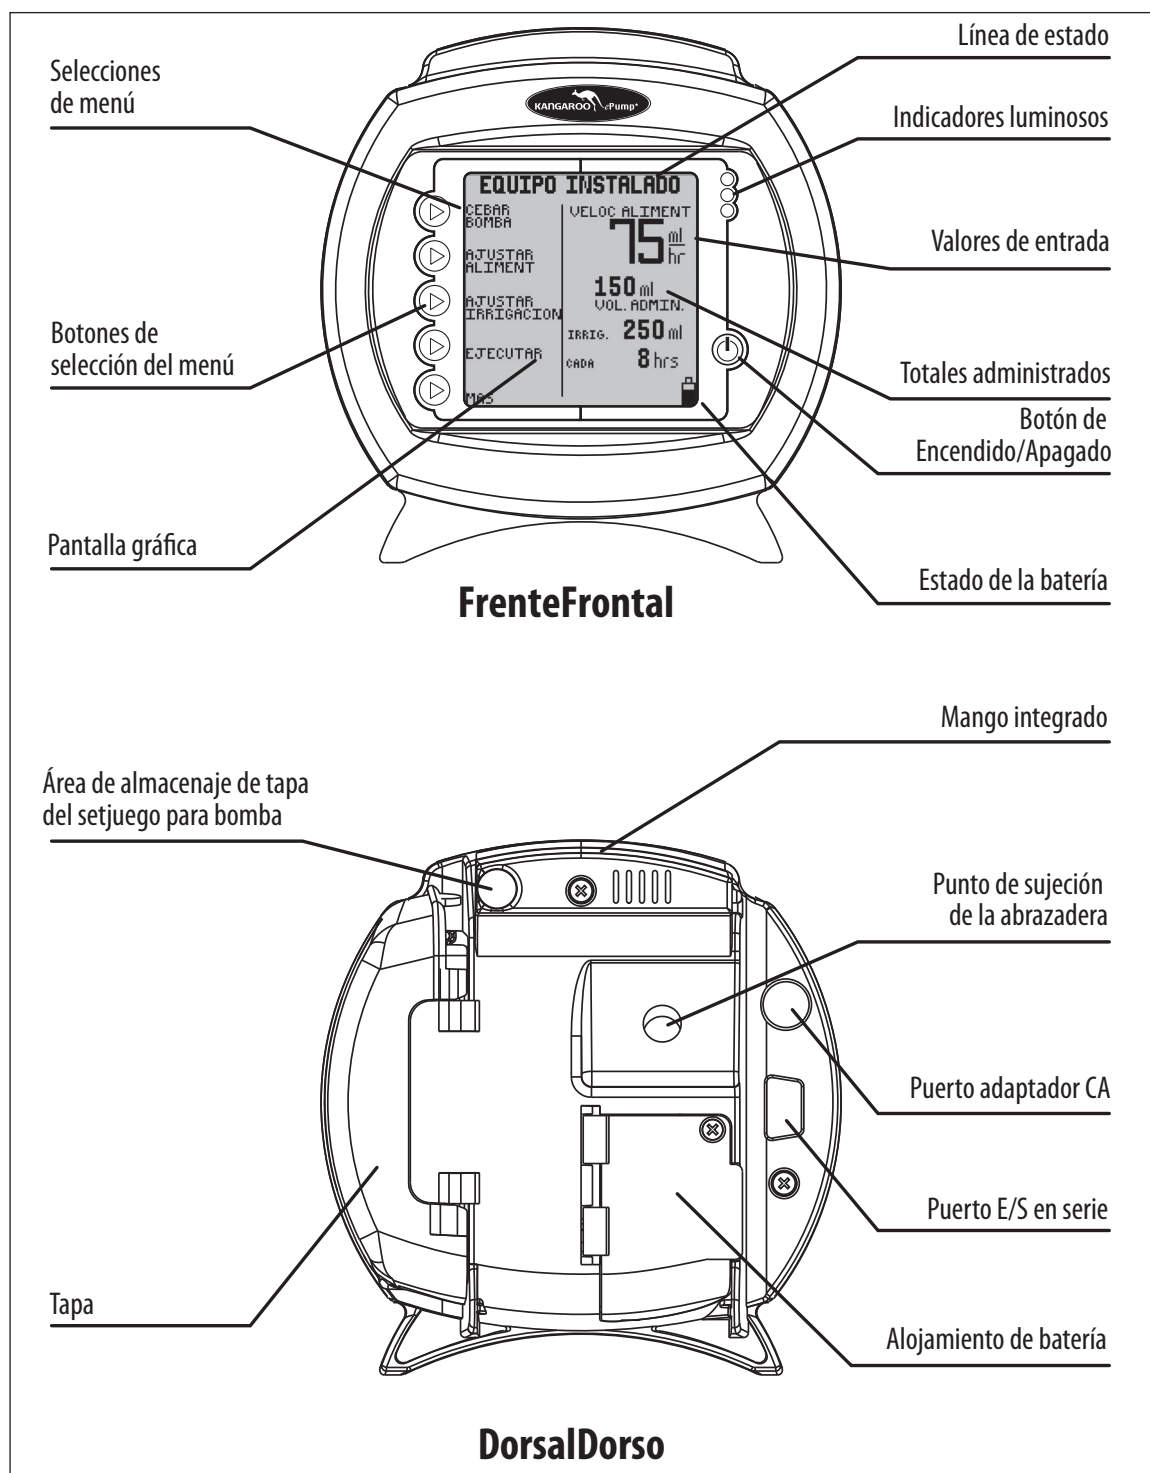

Figura 1A. Características de la KANGAROO ePump, vistas delantera y trasera.
13. **ADVERTENCIA:** El puerto E/S en serie (consulte la Figura 1A) sólo debe ser utilizado por el fabricante.
Conecte el cable eléctrico al puerto del adaptador de CA situado en la parte posterior de la bomba. Consulte la Figura 1A para localizar el puerto en la bomba. Tome nota de la ubicación de las espigas y la lengüeta del enchufe para orientarlo correctamente.